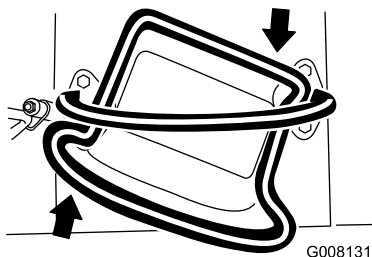

Bild 10
- Drehen Sie den Fahrantriebshebel nach rechts, um nach rechts zu fahren (**Bild 10**).